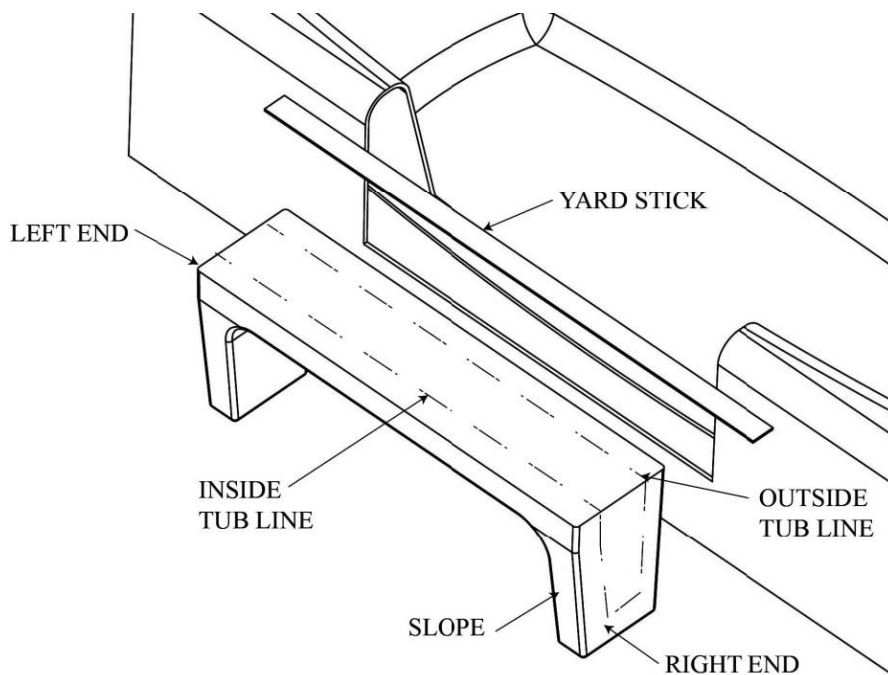

FIGURA 4
- Coloque el Ultra-Low tal como se muestra en la Figura 4. Use una cinta métrica y pase la forma del interior del borde de la tina al Ultra-Low. El interior de la tina puede tener una forma irregular, por lo que las medidas de la línea interior deben realizarse cada 3" desde un extremo del CleanCut Ultra-Low al otro. Una vez completado, use su vara de medir y marcador para conectar las marcas de la línea interior.